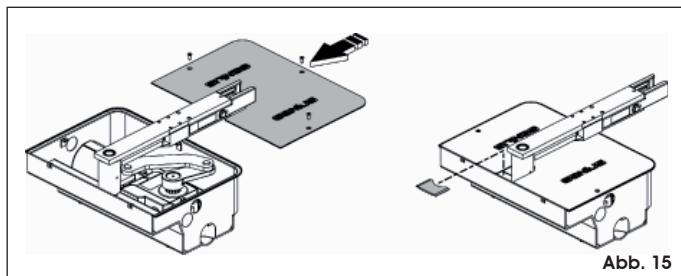

Abb. 15
4. Gehäusedeckel anhand der mitgelieferten Schrauben befestigen (Abb. 15).